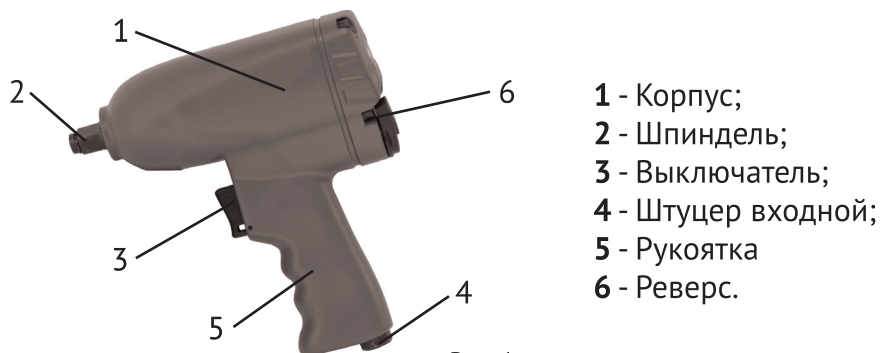

Рис. 1
4.1 Общий вид гайковёрта схематично представлен на рис. 1
6.5 Включение и выключение гайковёрта осуществляется нажатием выключателя (рис. 1 поз. 3). Следует помнить, что после того, как вы отпустите выключатель, вращение шпинделя будет осуществляться ещё несколько секунд.
6.6 Реверс. Установите переключатель направления вращения (рис. 1 поз. 6) в необходимую позицию: